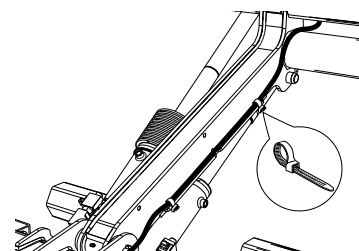

Bild 53. Montering av kablage
3. Dra kabeln/kablarna utmed lyftarmen och montera med buntband enligt Bild 53. Dra sedan kabeln till hydraulaggregatet utmed lyftstommens framsida och montera tillsammans med befintligt kablage med buntband.